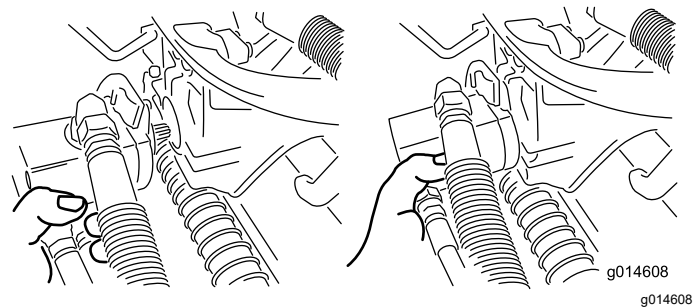

Figura 51
- Mueva el motor al lugar de almacenamiento en la parte delantera del brazo de suspensión (Figura 51).